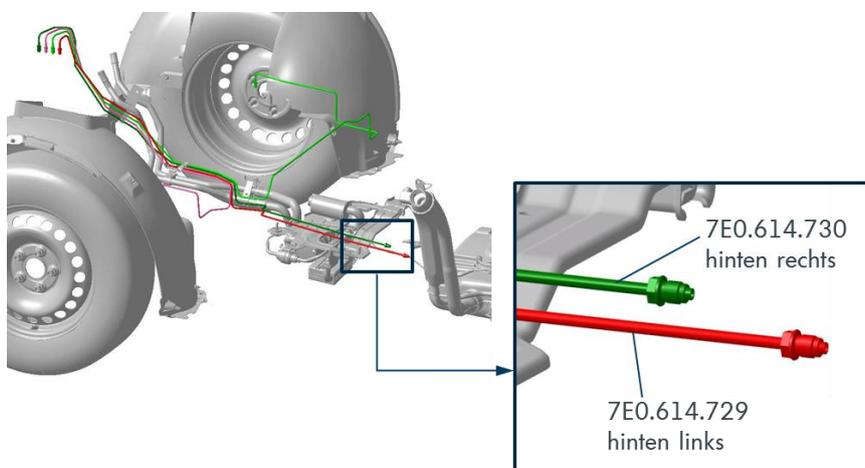

Abb. 1: Bremsleitungsverlauf Zugkopf (Prinzipdarstellung!)
- Anschluss der Bremsleitungen (siehe Abb. 1!)